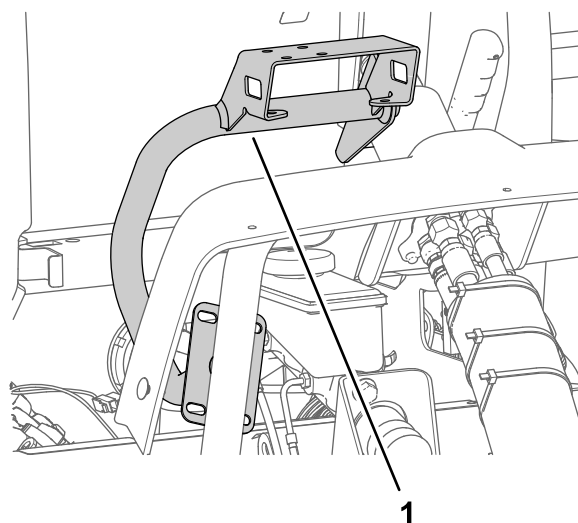

Bild 162
1. Fluchten Sie die Monitorbefestigung mit der Maschine aus, wie in Bild 162 abgebildet.